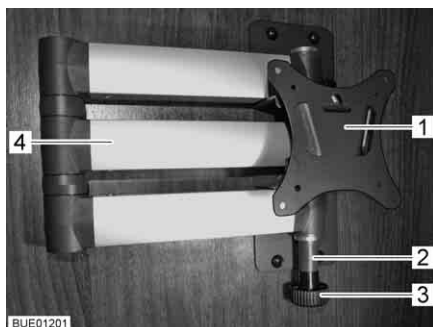

Fig. 86 Soporte con brazo articulado
- Tirar del botón de desbloqueo (Fig. 86,3). El brazo articulado (Fig. 86,4) estará desbloqueado.
- Girar la pantalla plana de regreso a la posición inicial hasta que el soporte (Fig. 86,1) engatille en el bloqueo (Fig. 86,2).